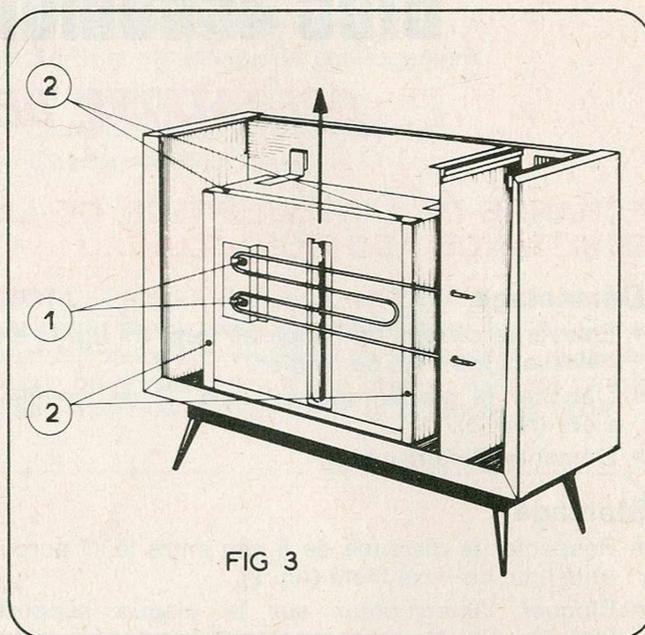

FIG 3
- Dévisser les 2 vis de fixation des 2 brides de résistances (rep. 1 - fig. 3).
- Glisser la résistance vers la gauche pour la sortir de la cloison (fig. 3).
- Dévisser les 4 vis rep. 2 - fig. 3 page 42 fixant la plaque avant de cuve.